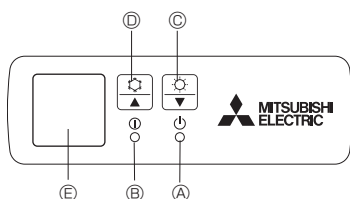

Fig. 5-1
[Fig. 5-1] ① Spia DEFROST/STAND BY
② Spia di funzionamento
③ Interruttore del funzionamento di emergenza (riscaldamento)
④ Interruttore del funzionamento di emergenza (raffreddamento)
⑤ Ricevitore